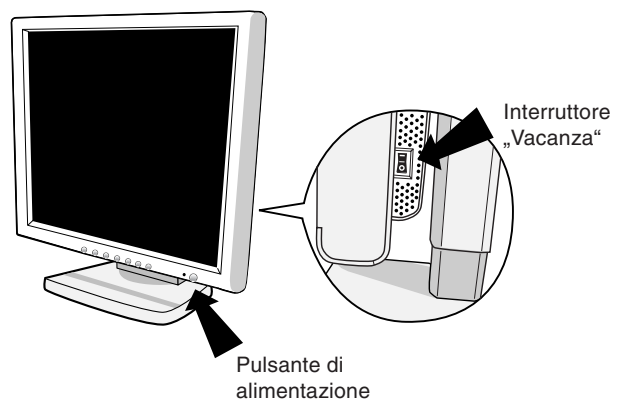

Figura E.1
5. Controllare che l'interruttore „Vacanza“ sulla destra del monitor sia in posizione ON. Accendere il monitor con il pulsante di alimentazione (**Figura E.1**) e il computer.